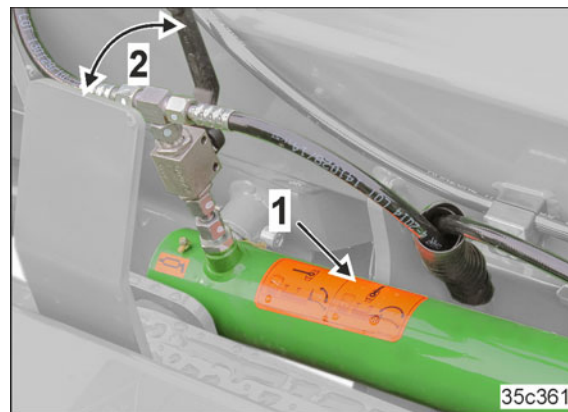
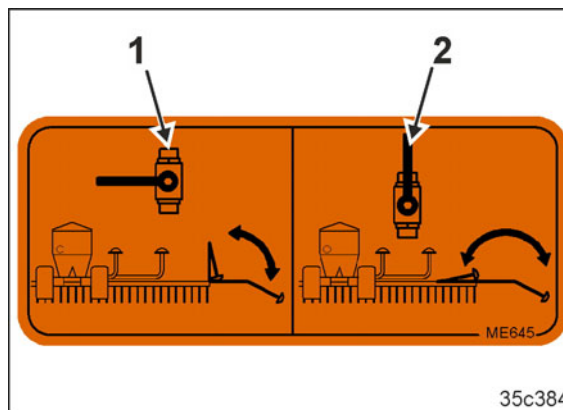

Fig. 235
Fig. 237
Pârghia supapei (Fig. 235/2) folosește la presetarea schimbării dorite a marcatoarelor de urmă (Fig. 235/1).
1. Pârghia supapei (Fig. 235/2) stă în poziția 1 (Fig. 237/1)
3. Pârghia supapei (Fig. 235/2) stă în poziția 2 (Fig. 237/2)
1. Ambele pârghii ale supapei (Fig. 235/2) stau în poziția 2 (Fig. 237/2).